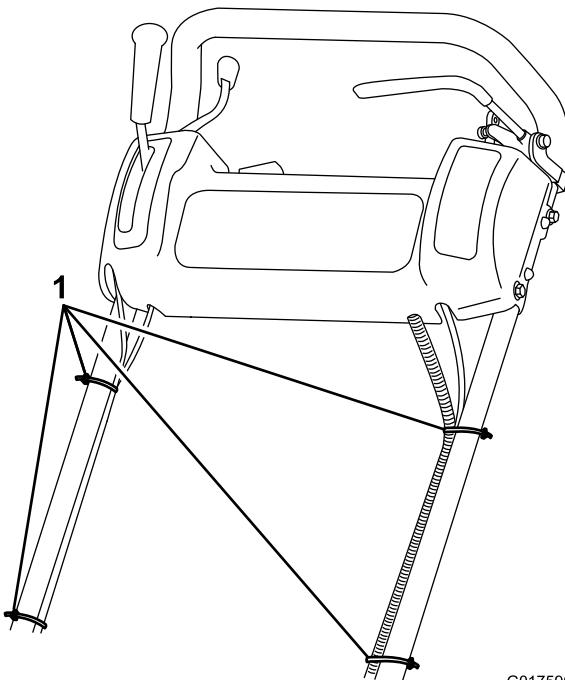

Figura 4
8. Fissate i cavi e il cablaggio alla stegola con gli appositi morsetti (Figura 4).